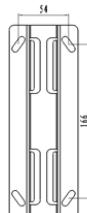

Fig.1
3. Usare la staffa di montaggio come sagoma per segnare le posizioni delle viti, quindi fare 4 fori nel muro. Fig. 1